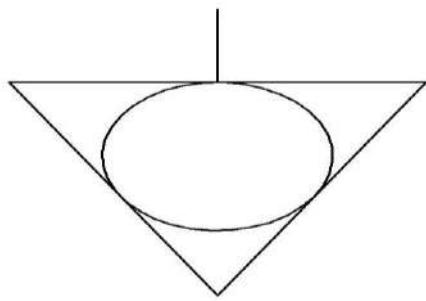

Рис. 8
Присоедините сливную трубу «C» (Рис.8) к дренажной трубе сифоном, или установите дренажную трубу над сливом сифона на полу.
▶ Для моделей со сливным насосом установите дренажную трубу «C» (Рис.4) на высоте от 0 до 700 мм, измеренной от опорной поверхности (см рис.8). Затем убедитесь, что во время фазы полоскания из дренажной трубы «C (выход обменника)» выходит ок. 3 литров воды.